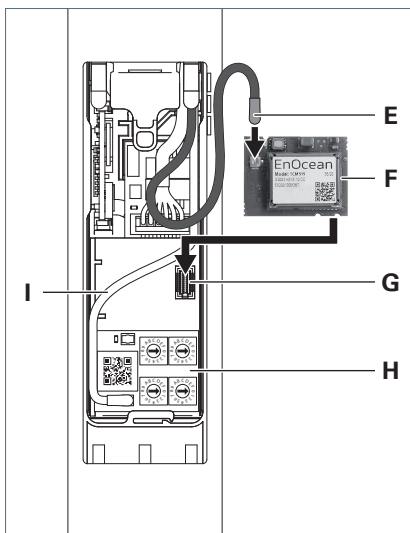

Fig. 3: Installare il modulo radio TALK MODUL EnOcean.
- ▶ Collegare la linea dell'antenna grigia **E** al collegamento a pulsante sulla scheda vedi Fig. 3 **F**.